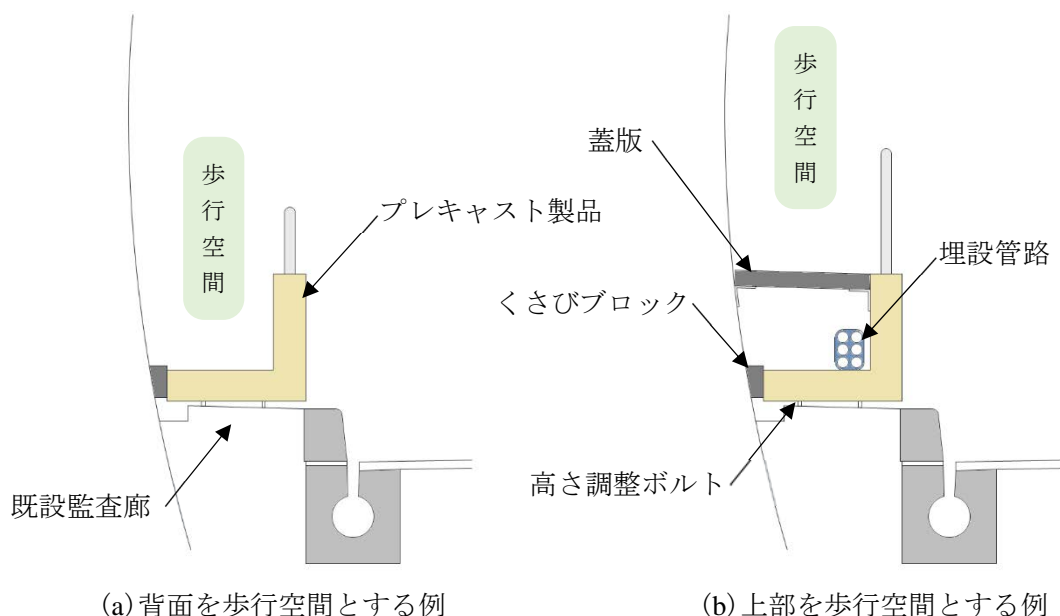

図1 監視員通路 構築例
- (1) 高さ調整ボルトを備えたL型プレキャスト製品と、トンネル側壁との隙間に挿入するコンクリート製クサビブロックを使用することにより、製品据付の急速施工を図ることができ、車線規制の期間短縮が可能となる。
- (2) 既設の監査廊を撤去せず、直接監査廊上に設置可能である。
- (3) 背面を埋め戻さない状態でも車両衝突に対して安全で、背面を歩行空間とすることが可能。(図1(a))
- (4) 蓋掛けとすることで上部を歩行空間とすることも可能。(図1(b))